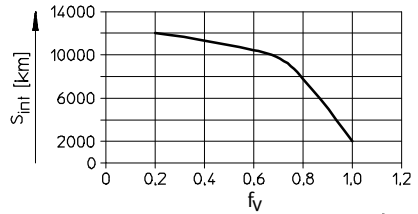

Fig. 17
2. Read off lube interval S_{int} (→ Fig. 17).